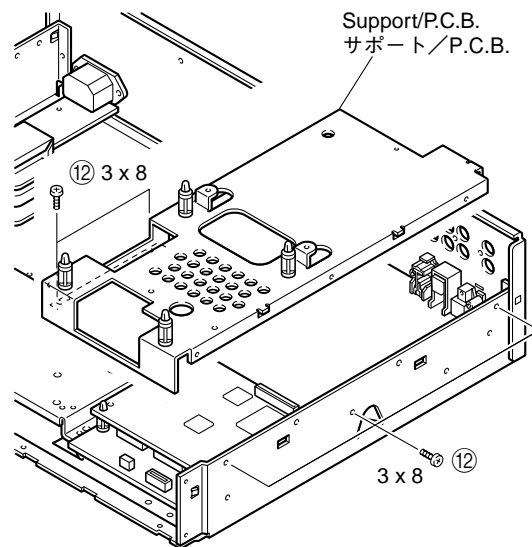

Fig. 9
- b. Remove 5 screws (12) and then remove the Support/P.C.B. (Fig. 9)
- b. 12のネジ5本を外し、サポート/P.C.B.を取り外します。(Fig. 9)